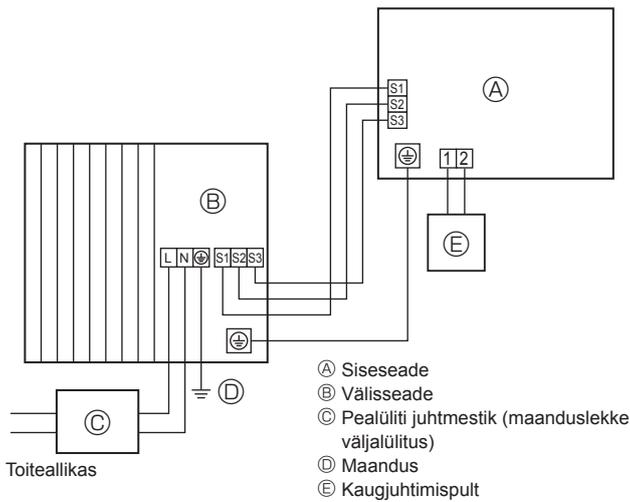
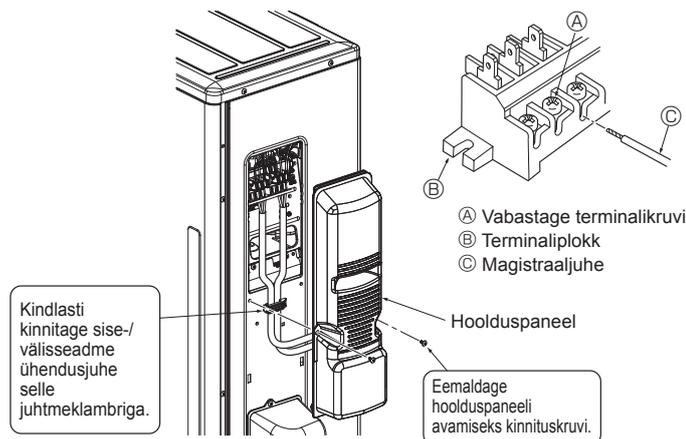
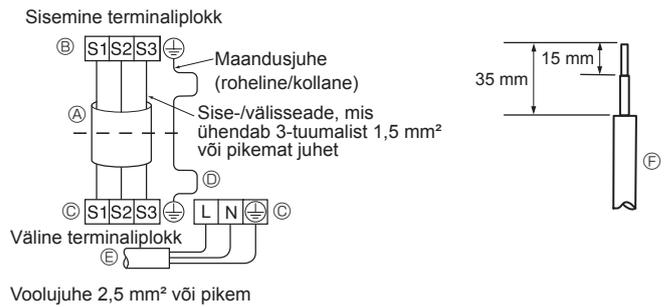

Fig. 6-1
Fig. 6-3
Fig. 6-2
### 6.1. Välisseade (Fig. 6-1, Fig. 6-2, Fig. 6-3)
- ① Eemaldage hoolduspaneel.
- ② Paigaldage juhtmed vastavalt Fig. 6-1, 6-2 ja 6-3.
- Paigaldage juhtmestik alumise vasakpoolse joonise järgi. (Paigaldage kaabel) (Fig. 6-2)